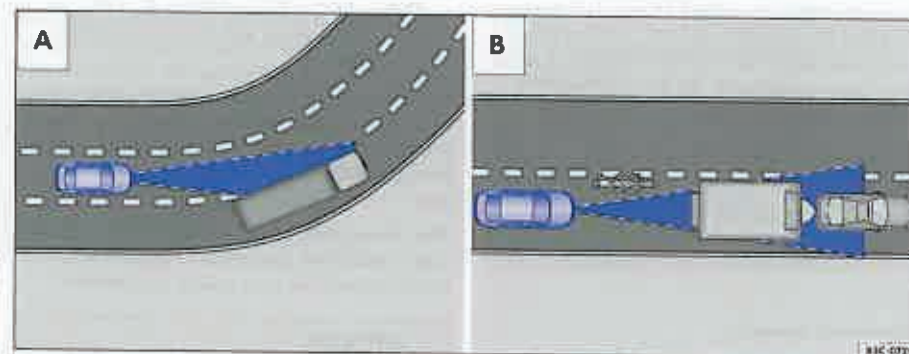

Fig. 42 Imaginea A: Autovehicul în timpul unui viraj. Imaginea B: Motociclistul se găsește în afara zonei de acțiune a senzorilor laser.
- la viraje ⇒ **fig. 42 A**
La intrarea într-un viraj sau la ieșirea dintr-o curbă mai lungă, se poate întâmpla ca senzorul laser să reacționeze la un autovehicul de pe banda alăturată ⇒ **fig. 42 A** și să frâneze autovehiculul. Frânarea poate fi întreruptă prin accelerare.
Autovehiculele înguste, de ex. motocicletele sunt recunoscute foarte târziu sau nu sunt recunoscute de loc ⇒ pagina 49, fig. 42"